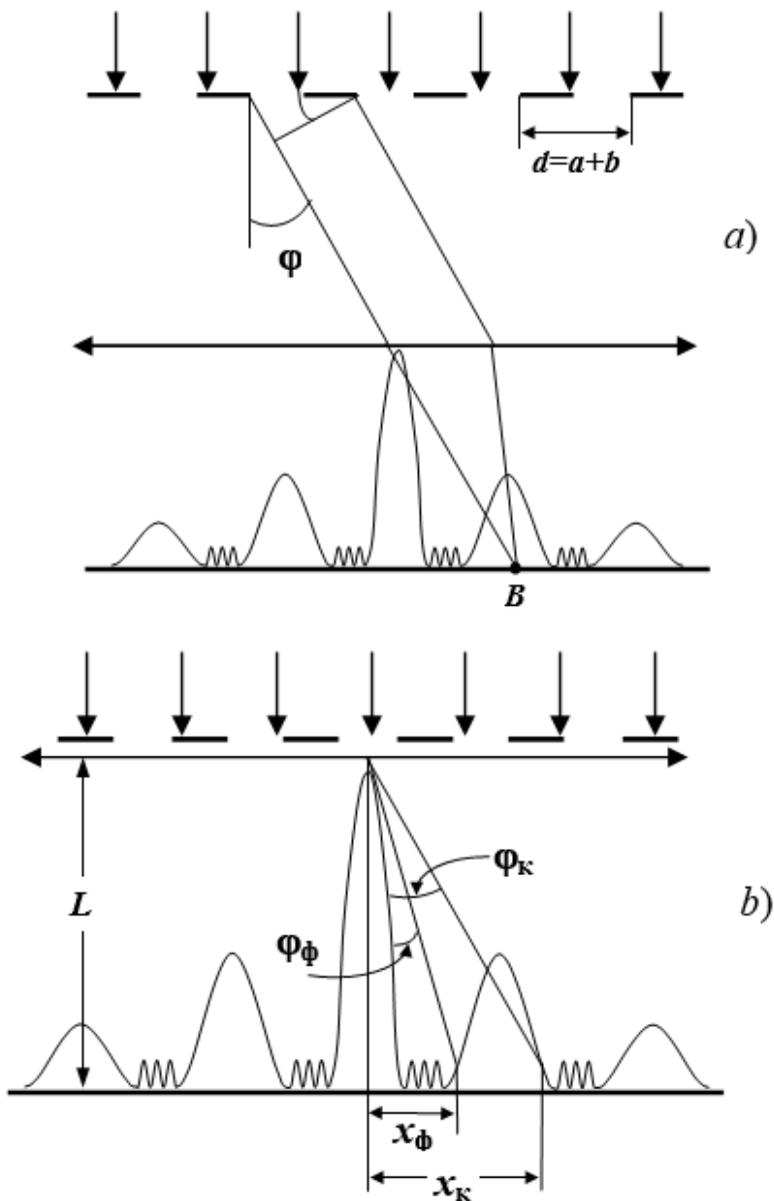

Рис. 1. Дифракция света на решётке
Пусть на дифракционную решетку падает нормально световой поток. Благодаря дифракции свет от щелей будет распространяться во всех направлениях (на рис.1,  $a$  показаны только два луча). Разность хода  $\Delta$  параллельных лучей, дифрагирующих от щелей под углом  $\varphi$ , равна:
При освещении дифракционной решётки белым светом на экране наблюдаются кроме светлой полосы (нулевого максимума) ещё и цветные линии, т.е. происходит разложение белого света в спектр. Цветные линии располагаются по обе стороны от нулевого максимума примерно на равных расстояниях (рис.1,**b**), причем фиолетовая область спектра будет обращена к центру дифракционной картины, красная — наружу. Это следует из формулы (2) в которой угол отклонения увеличивается с увеличением длины волны, т.е.  $\varphi \sim \lambda$ .
В спектре (рис. 1,**b**) угол отклонения фиолетовых лучей определится так: